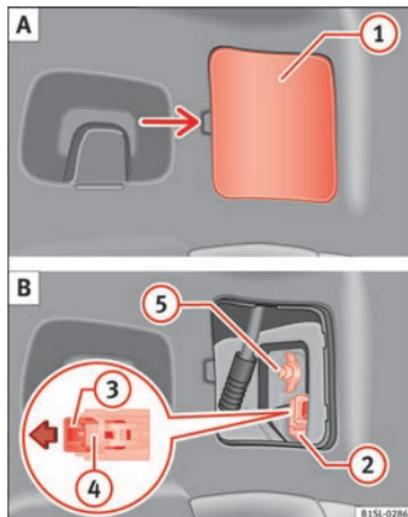

Abb. 149 Seitlich im Gepäckraum: A: Abdeckung abnehmen, B: Rückleuchte ausbauen.
2. Die Abdeckung ① vorsichtig abhebeln » **Abb. 149 A**.
3. Verriegelung ③ am Anschlussstecker ② in Pfeilrichtung ziehen » **Abb. 149 B**. Dazu den Schraubendreher aus dem Bordwerkzeug zur Hilfe nehmen.
4. Verrastung ④ drücken und Anschlussstecker ② abziehen » **Abb. 149 B**.
5. Flügelmutter ⑤ abschrauben » **Abb. 149 B**.
12. Mit einer Hand die Rückleuchte an der Einbauposition halten und mit der anderen die Flügelmutter ⑤ festdrehen » **Abb. 149 B**.
14. Anschlussstecker ② auf den Lampenhalter stecken und Verriegelung ③ entgegen der Pfeilrichtung in den Stecker drücken » **Abb. 149 B**.